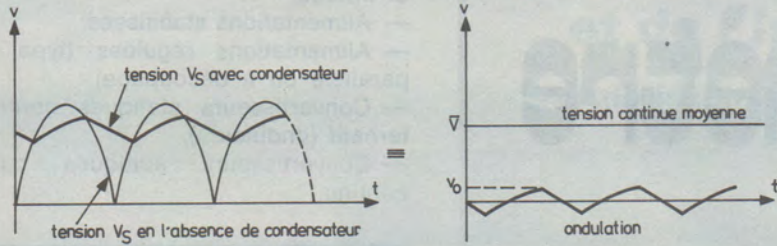

Figure 3
En charge, la tension V_s comporte une composante alternative due aux charges du condensateur lors des maximums de tension. On définit alors la valeur moyenne V (1) de la tension de sortie et l'ondulation résiduelle V_o (**figure 3**).